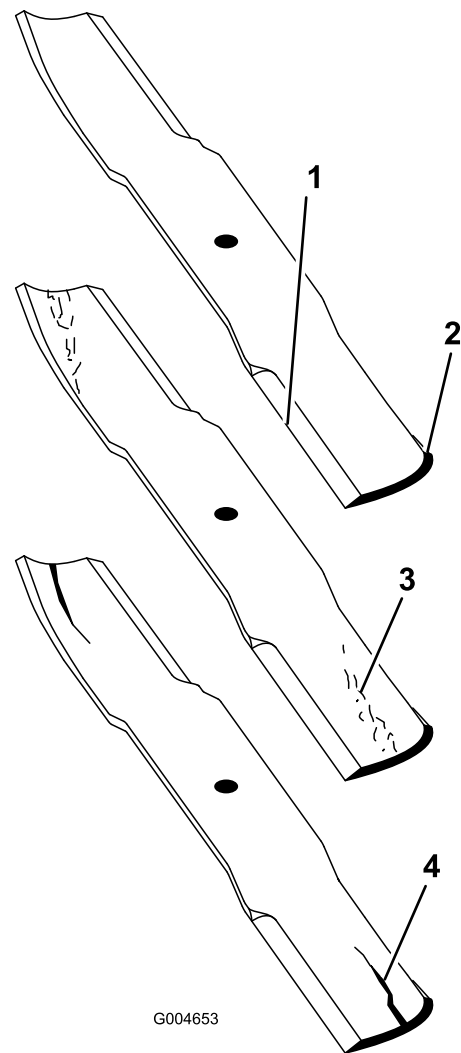

図 85
2. ブレードの切っ先を注意深く観察、特に、直線部と曲線部が交わる部分をよく観察する 図 85。
注 この、直線部と曲線部の交差域は、砂などによる磨耗が進みやすい部分なので、機械を使用する前によく点検することが必要である。磨耗が進んでいる場合 図 85にはブレードを交換する。